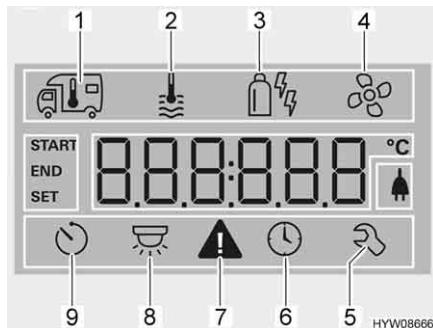

Fig. 120 Display (centralina di controllo)
- Ruotare la manopola/il pulsante (Fig. 119,6), finché il simbolo del menu del riscaldamento (Fig. 120,1) lampeggiava.
- Ruotare la manopola/il pulsante (Fig. 119,6), finché il simbolo del menu relativo all'acqua calda (Fig. 120,2) lampeggiava.
- Ruotare la manopola/il pulsante (Fig. 119,6), finché il simbolo del menu relativo alla modalità di funzionamento (Fig. 120,3) lampeggia.
- Ruotare la manopola/il pulsante (Fig. 119,6), finché il simbolo del menu delle ventole (Fig. 120,4) lampeggia.
- Ruotare la manopola/il pulsante (Fig. 119,6), finché il simbolo del menu del timer (Fig. 120,9) lampeggia.
- Premere la manopola/il pulsante. Il timer è attivato. Il simbolo del timer (Fig. 120,9) lampeggia quando il timer è programmato e attivo.
In caso di avviso, il relativo simbolo lampeggia (Fig. 120,7). Il riscaldamento rimane in funzione. Se si tratta solo di un guasto temporaneo, il simbolo di avvertimento si spegne autonomamente.